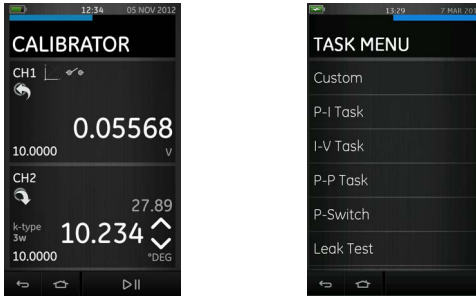

Afbeelding 3: Dashboard - Touchscreen
7. Druck DPI 620 Genii, standen (zie Fig 3, Dashboard)